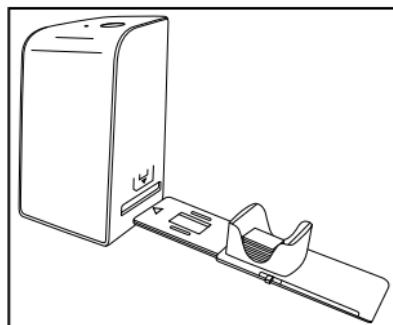

Figure 2
- ◆ Placez les diapositives du bon côté dans le logement à cet effet du chargeur de diapositives ❶. Environ 10-12 diapositives (en fonction de leur épaisseur) peuvent être placées dans le chargeur de diapositives.
- ◆ Introduisez d'abord le chargeur de diapositives ❶ avec la fenêtre de visualisation dans le tiroir de droite ❷. Veillez à ce que le triangle repère soit à l'avant et bien visible (voir figure 2). Avec le poussoir qui se trouve sur le côté du chargeur de diapositives ❸, les diapositives du chargeur sont poussées une à une dans le scanner.